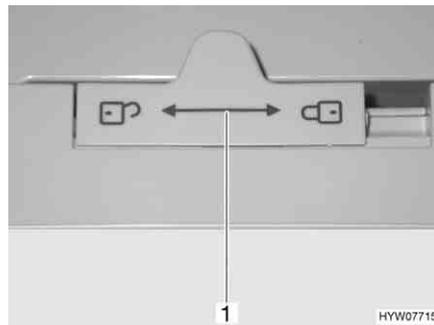

Fig. 138 Bloccaggio della porta del frigorifero (serie Dometic 7)
- Spostare il dispositivo di bloccaggio (Fig. 138,1) verso sinistra "🔓".
- Spostare il dispositivo di bloccaggio (Fig. 138,1) completamente verso destra "🔒".